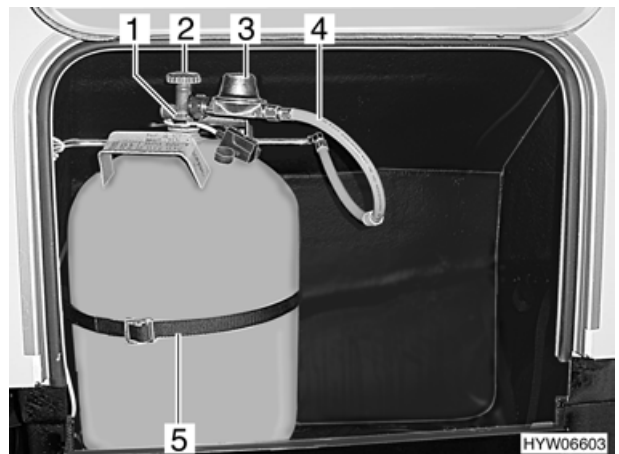

Fig. 51 Vano portabombole
- Chiudere la valvola principale (Fig. 51,2) della bombola del gas. Osservare la direzione della freccia.
- Rimuovere i clip dei sensori (Fig. 51,1) ed i sensori per il rilevamento della quantità di gas contenuto nella bombola.
- Svitare a mano il regolatore di pressione (Fig. 51,3) del gas, con tubo (Fig. 51,4), dalla bombola del gas (filettatura sinistrorsa).
- Allentare la cinghia di fermo (Fig. 51,5) ed estrarre la bombola del gas.